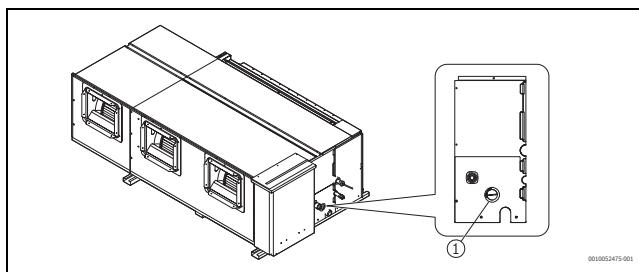

Fig. 27
- Deschideți capacul de testare a apei (→ Fig. 27) de pe corpul mașinii, acesta trebuie să fie deșurubat în timpul testului de evacuare pentru a verifica dacă pompa pentru drenaj este pornită și dacă există vreo problemă cu pompa pentru drenaj.